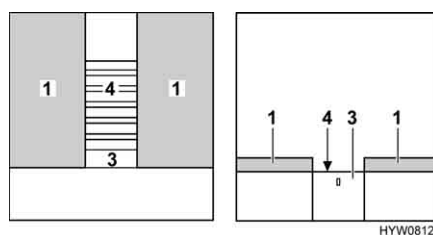

Bild 87 Während des Umbaus
- Lattenrost (Bild 87,4) ganz herausziehen. Dazu am Auszug (Bild 87,3) ziehen.